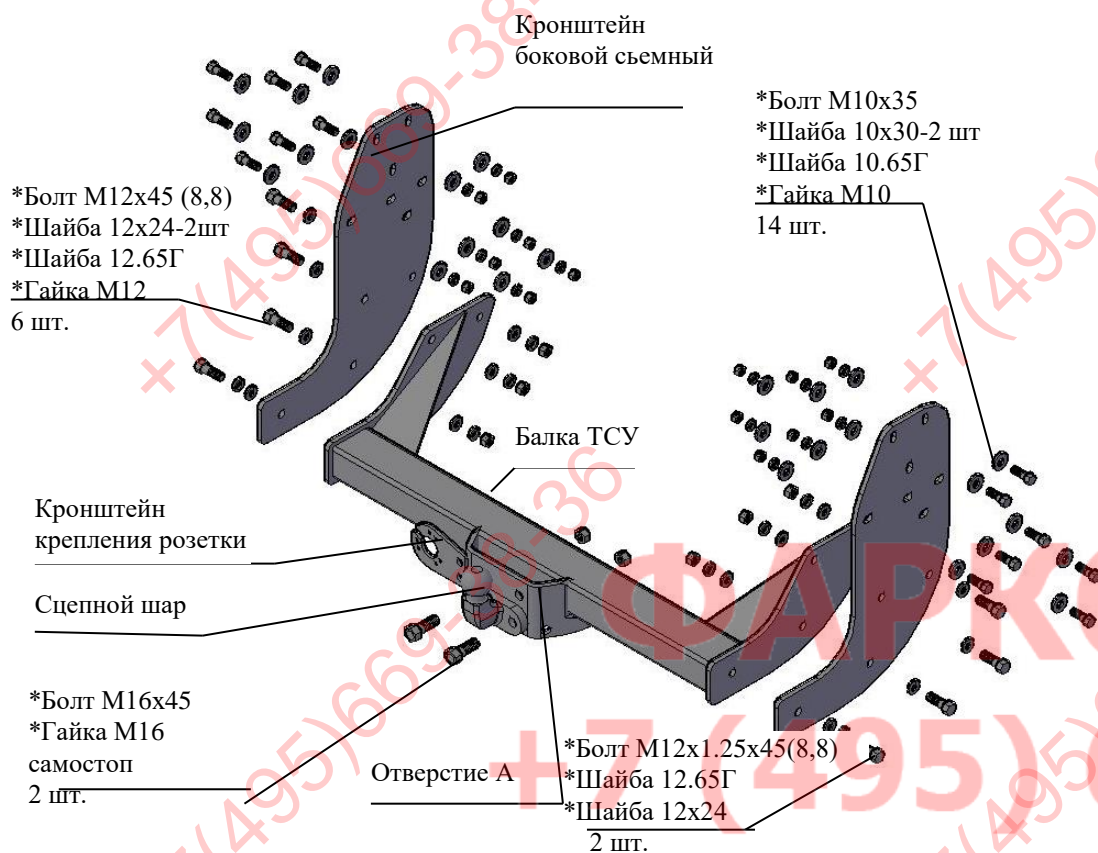

Рис.1 Тягово-сцепное устройство 2122. .
2.1 ТСУ 2122 в сборе (рис.1)	1 шт.
2.2 Пакет с комплектующими (см. рис.1)	1 шт.